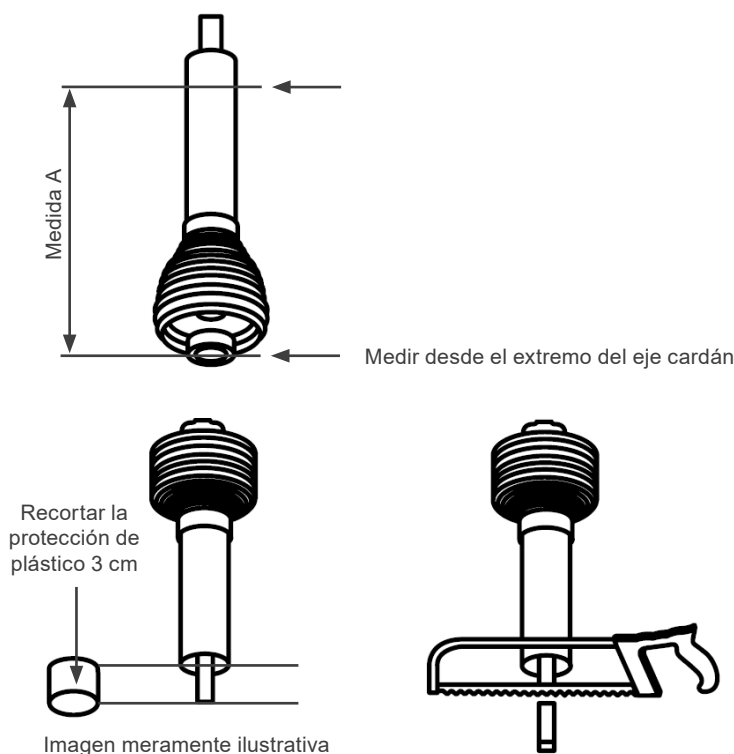

Figura 6.4: Imagen ilustrativa del montaje del eje cardán
- La medida obtenida entre los ejes de la toma de fuerza debe dividirse por 1,3. El valor de esta división indicará la medida a; marque el eje de la transmisión con la medida A y corte el sobrante, tal y como se indica en la imagen (Figura 6.4 de la página 79).
- Una vez completado el corte, marque la protección de plástico del cardán macho y hembra y retire 3 centímetros únicamente de la protección de plástico, cortando con una sierra, dejando el eje del cardán con la punta expuesta, tal y como se indica en la imagen (Figura 6.4 de la página 79).